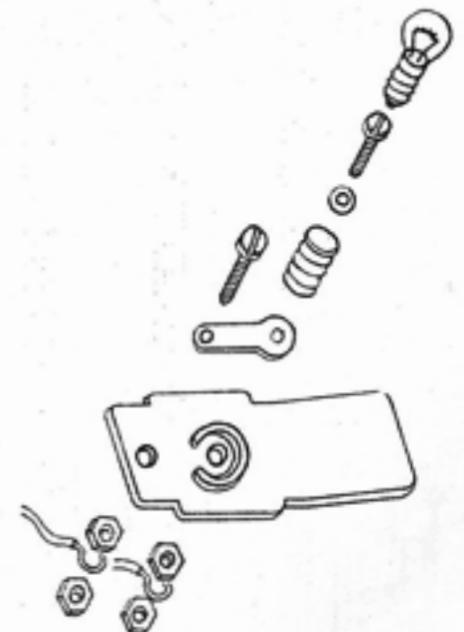
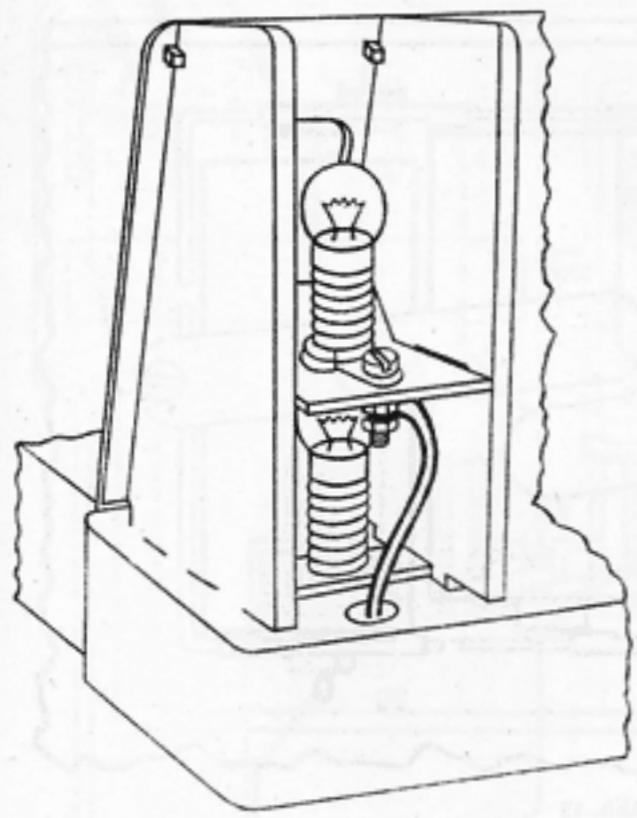

Abb. 10
Abb. 11
Die Zwischenrippen (8) müssen wir wieder vormontieren (Abb. 10). In den ringförmigen Ansatz der Zwischenrippe legen wir das Kontaktstück (23) ein und stecken den Lampensockel (21) auf. Erst wenn wir in den Lampensockel eine Isolierscheibe (30) eingelegt haben, dürfen wir die Zylinderschraube (28) hindurchführen und mit einer Sechskantmutter (26) befestigen. In die noch freie Bohrung wird ebenfalls eine Zylinderschraube (28) eingesetzt und mit einer Sechskantmutter (26) festgeschraubt. Von einem 90 mm langen Stück Schaltdraht entfernen wir an beiden Enden je 9 mm der Isolierung, legen ein Ende um die Zylinderschraube, die den Lampensockel hält, und befestigen es mit einer zweiten Sechskantmutter (26). Von einem 250 mm langen Stück Schaltdraht entfernen wir ebenfalls von beiden Enden je 9 mm der Isolierung, legen das eine Ende aber um die zweite Zylinderschraube und befestigen es ebenfalls durch eine zweite Mutter. Zur Kontrolle vergleichen wir unser Arbeitsstück noch einmal mit der Abbildung 10. Abbildung 11 zeigt uns schon, wie wir die vormontierte Zwischenrippe zwischen den äußeren Rippen einbauen müssen. Dabei ist zu beachten, daß die äußerste Rippe nochmals aus ihrer Führung in der Blende gedrückt werden muß (Abb. 11). Nach dem Einsetzen der Zwischenrippe muß die äußerste Rippe wieder fest im Unterteil und zwischen den Zapfen der Blende klemmen. Die beiden an der Zwischenrippe befestigten Schaltdrähte stecken wir durch die Bohrung im Unterteil.